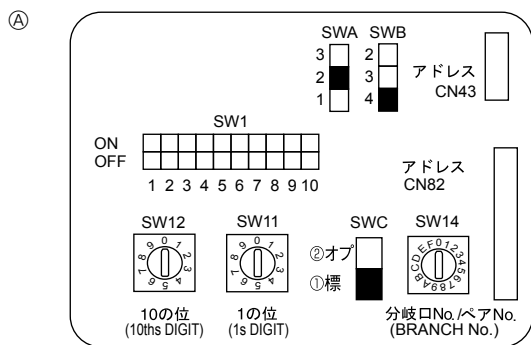

Fig. 4-4
4.5. Definição dos endereços (Fig. 4-4)
4.6. Regulação do interruptor para tecto alto ou para quando se muda o número de saídas de ar (Fig.4-4)
④	4 direcções	2,7 m	3,2 m	4,5 m
③	3 direcções	3,0 m	3,6 m	4,5 m
②	2 direcções	3,3 m	4,0 m	4,5 m
4.7. Medição da temperatura da peça com a sonda incorporada no controlo remoto (Fig.4-4)